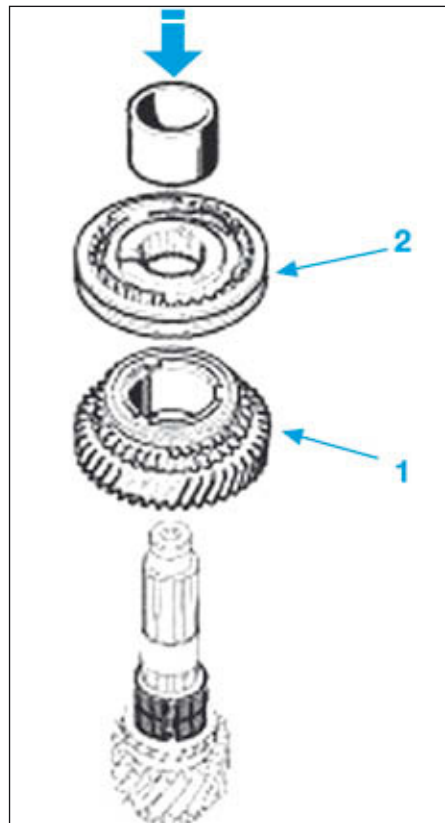

FIG.43
Le remplacement des pièces telles que les bagues sous pignons fou (1) (Fig.43) ou les moyeux baladeurs (2) nécessite une modification de calage dite par comparaison et décrite ci-après.